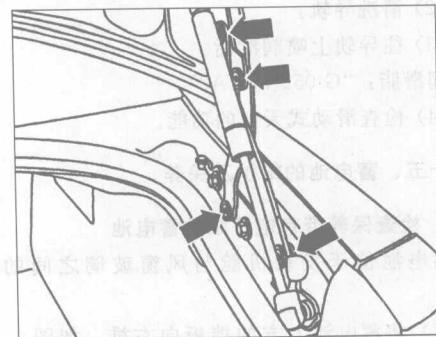

图 1-8 润滑行李舱盖铰链
(1) 打开行李舱盖。
(2) 如果行李舱盖左、右铰链有盖板，拆下盖板。
(3) 润滑两个行李箱舱盖铰链左、右相应的四个铰节，如图 1-8 箭头所示。